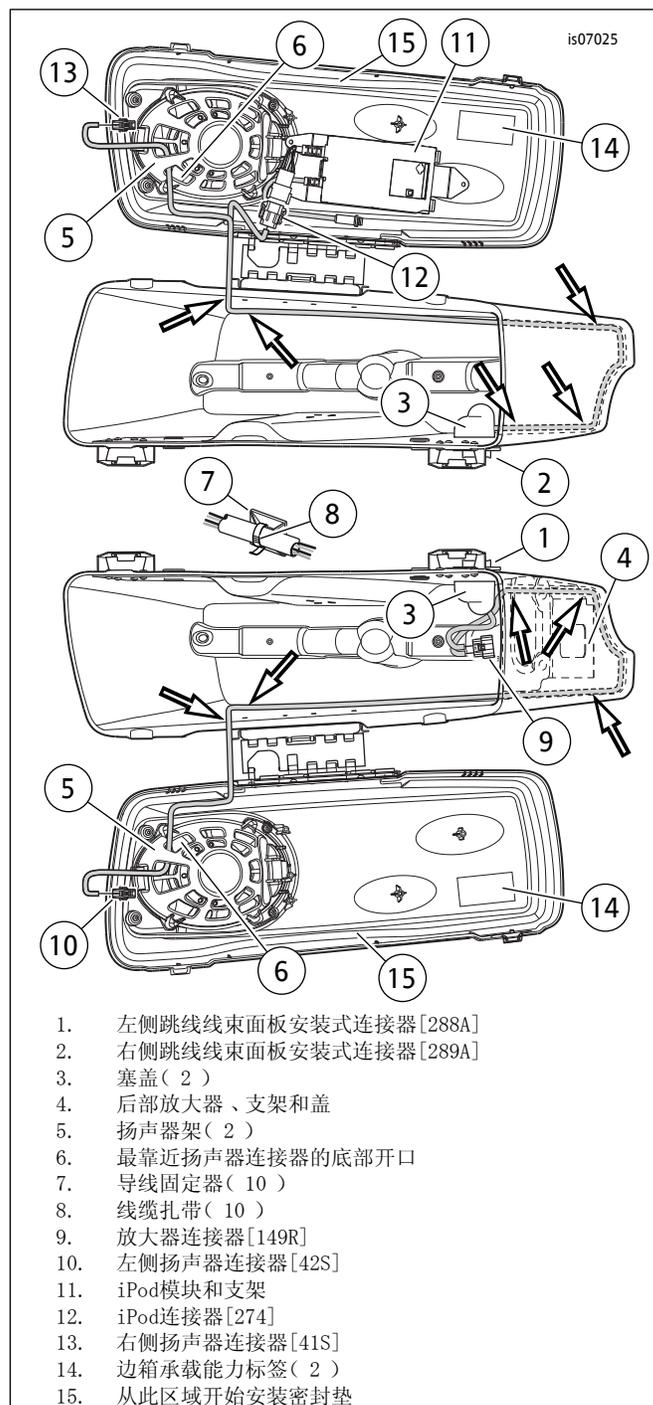

图8。在边箱内侧布线束
- 从盖内侧中心(铰链对侧，参见图8：项目15)开始安装密封垫。
3. 参见图8。从边箱内侧在面板安装式连接器(1)和跳线线束上安装塞盖(3)。将两个螺丝穿过连接器凸缘和边箱侧壁插入塞盖上的螺孔。拧紧至3.95-4.52 N·m (35-40 in-lbs)
- 参见图8。向下布设线束的两个分支，然后向后围绕外侧壁布设，在边箱盖系链前方向上布设至边箱盖。